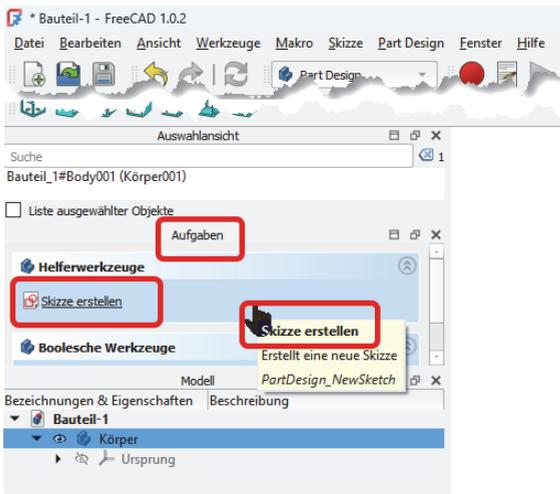

Abb. 2.6: Skizze über AUFGABEN-Liste erstellen
- Am schnellsten können Sie in der AUFGABEN-Liste einfach die angebotene Funktion SKIZZE ERSTELLEN aktivieren. Es wird dann auch automatisch der Arbeitsbereich SKETCHER mit den 2D-Zeichenbefehlen aktiviert (Abbildung 2.6).